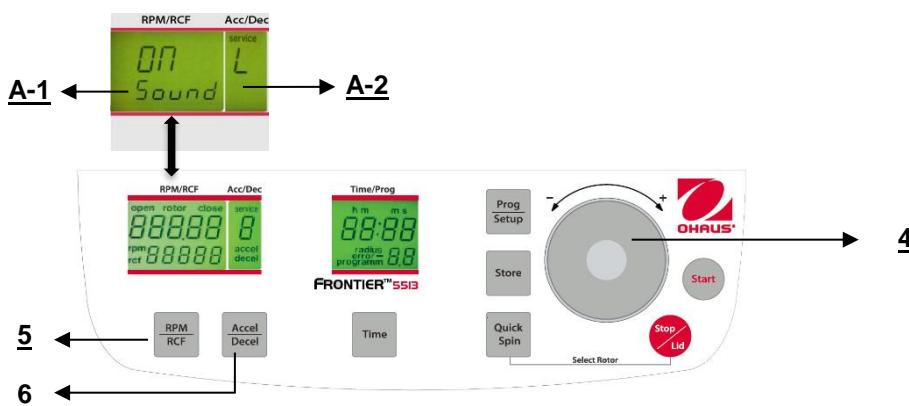

Abbildung. 30
Fahren Sie fort wie unter Punkt 4.1.2 beschrieben, um in den Programmmodus einzutreten und drücken Sie dann die Taste "Accel/Decel"(6). Auf der Anzeige blinkt "Accel/Decel" (A-2) das Wort "Service". Wählen Sie nun den Buchstaben "L" mit Hilfe des Anpassungs Wählachscheibe (4). Als Ergebnis erscheinen die Worte "On Sound" auf der Anzeige "RPM/RCF" (A-1). Wenn Sie die Taste "RPM/RCF" (A-1) nun drücken, blinkt das Wort "On" und Sie können den Ton mit dem Anpassungs Wählachscheibe (4) umschalten (siehe Abbildung 30).